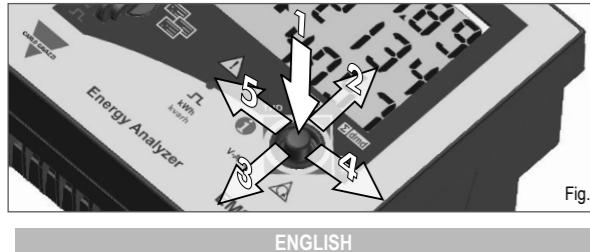
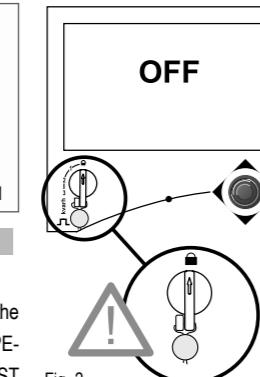

Fig. 1
Fig. 2
The certified and sealed instrument needs a preliminary programming of the CT ratio relevant to the plant where the EM26 will be mounted. THIS SPECIFIC PROGRAMMING HAS TO BE DONE ONLY ONCE AT THE FIRST SWITCHING ON OF THE INSTRUMENT. At the end of this first programming procedure the CT/VT ratios can be modified only by the certifying body with a complete restore of the instrument. BEFORE TO SWITCHING ON THE INSTRUMENT AND PROCEEDING WITH THE "MID STARTING PROCEDURE", CHECK THE INTEGRITY OF THE SEAL AFFIXED BY THE CERTIFICATION BODY (fig 2 and 3).
■ JOYSTICK FUNCTIONS fig. 1
Lo strumento sigillato e certificato MID richiede come prima programmazione l'impostazione del rapporto TA dell'impianto al quale lo strumento EM26 sarà abbinato. QUESTA PROGRAMMAZIONE SI ESEGUE UNA SOLA VOLTA ALLA PRIMA ACCENSIONE DELLO STRUMENTO. Una volta conclusa questa procedura preliminare il valore TA/TV non sarà più modificabile se non rompendo il sigillo con conseguente ripristino dello strumento dall'ente certificatore preposto. PRIMA DI ACCENDERE LO STRUMENTO E PROCEDERE CON LA PROGRAMMAZIONE PRELIMINARE MID, VERIFICARE L'INTEGRITÀ DEL SIGILLO APPOSTO DALL'ENTE PREPOSTO (fig 2 e 3).
■ FUNZIONI DEL JOYSTICK fig. 1
Showed if the CT ratio (or CT by VT product in AV6 models) is wrong. The text disappears after 2 minutes or pushing the key 1 (fig. 1). Compare se il rapporto TA (o il rapporto TA/TV nei modelli AV6) non è corretto. La scritta scompare dopo 2 minuti o premendo il tasto 1 (fig. 1). Wird angezeigt, wenn das Verhältnis Stromwandler (oder das Strom- und Spannungsverhältnis in AV6 Modelle) falsch ist. Der Text wird nach 2 Minuten ausgeblendet, ansonsten den Joystick in Richtung 1 drücken (Abb 1). Affichage du rapport TC (ou rapport TC/TT pour les modèles AV6) si celui-ci est erroné. Le texte disparaît après 2 minutes ou en poussant la manette dans la direction 1 (fig 1). Si se destaca que la relación CT (o la relación CT/VT, modelos AV6) es errónea. El texto desaparece después de 2 minutos o empujando el joystick en la dirección 1 (fig 1).
L'instrument certifié et plombé a besoin d'une programmation préliminaire du rapport TC pertinent à l'équipement où l'EM26 sera monté. CETTE PROGRAMMATION SPÉCIFIQUE DOIT ÊTRE EFFECTUÉE UNE SEULE FOIS LORS DU PREMIER ALLUMAGE DE L'INSTRUMENT. Au terme de cette première procédure de programmation le rapport TC/TT peut être modifié uniquement par l'organisme de certification avec une restauration complète de l'instrument. **AVANT D'ALLUMER L'INSTRUMENT ET DE PROCÉDER À LA "PROCÉDURE DE DÉMARRAGE MID", CONTRÔLER L'INTÉGRITÉ DU SCELLÉ APPOSÉ PAR L'ORGANISME DE CERTIFICATION** (fig 2 et 3).
CON EL "PROCEDIMIENTO DE INICIO MID", COMPRUEBE LO INTÉ格RO DEL SELLO PEGADO POR LA ENTIDAD DE CERTIFICACIÓN (fig 2 y 3).
■ FUNCIONES DEL JOYSTICK fig. 1
Voir figure 1. En mode mesure: 1) appuyer sur la touche pendant au moins 3 secondes pour entrer en programmation; **2-3-4-5** fait défiler les pages de mesure et les pages d'information (voir table 5) selon table 3; En mode "CoLour" si positionnée en position CoL ou CoL 3, en appuyant sur le joystick, l'afficheur est rétro-éclairé pendant au moins 60 secondes. **En mode de programmation:** 1) accéder au menu ou insérer la valeur modifiée; **2-3** fait défiler les menus et augmente/diminue les valeurs à modifier; **4-5** fait défiler les menus. **Le sélecteur** visible à la figure 2, en plus de bloquer l'entrée en programmation si positionnée en position **■**, permet un accès direct aux pages de mesures sélectionnées (voir tableau 3) dans les positions 1, 2 et 3. Les pages
de mesure changent en fonction du mode "APPLICAT" sélectionné. La LED rouge frontale (fig.1) clignote proportionnellement à l'énergie active mesurée (sélecteur en position "▲ - 1 - 2", et à l'énergie réactive inductive mesurée (sélecteur en position "3" (kvarh). Tous les types d'énergie et puissance négatives (exportées) ne sont pas gérés par la LED.
POUR AFFICHER ET FAIRE DÉFILER LES PAGES DE MESURE, ACTIONNER LE JOYSTICK DANS LES DIRECTIONS 2-3-4-5 (VOIR FIG. 1) SELON TABLE 3. POUR AFFICHER ET FAIRE DÉFILER LES PAGES DE MESURE DE L'INSTRUMENT, LES VALEURS MOYENNE ("DMD") ET DU SYSTÈME, ACTIONNER LE JOYSTICK DANS LA DIRECTION 2. POUR AFFICHER ET FAIRE DÉFILER LE COURANT, LA TENSION, CHAQUE PHASE, FRÉQUENCE ET LA SÉQUENCE DE PHASE, ACTIONNER LE JOYSTICK DANS LA DIRECTION 3. POUR AFFICHER ET FAIRE DÉFILER LES PAGES MESURES DE PUISSEANCE ET DÉPLACEMENT DE PHASE, ACTIONNER LE JOYSTICK DANS LA DIRECTION 4. POUR AFFICHER ET FAIRE DÉFILER LES INDICATIONS DE TENSION ET COURANT THD ET TOUTES LES PAGES D'INFORMATION (VOIR TABLE 5), ACTIONNER LE JOYSTICK DANS LA DIRECTION 5. SELON LE PARAMÈTRE "APPLICAT" SÉLECTIONNÉ, LES
Pour accéder à la programmation, appuyer sur le joystick en direction 1 pendant au moins 3 secondes (voir fig 1); le sélecteur (voir figure 2) NE DOIT PAS se